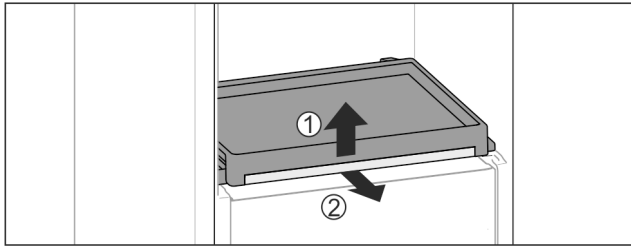

Fig. 108
- ▶ Retirar el estante extraíble con la plancha de cristal: levante ligeramente la parte delantera de la plancha de cristal Fig. 108 (1) y extráigala hacia delante Fig. 108 (2).